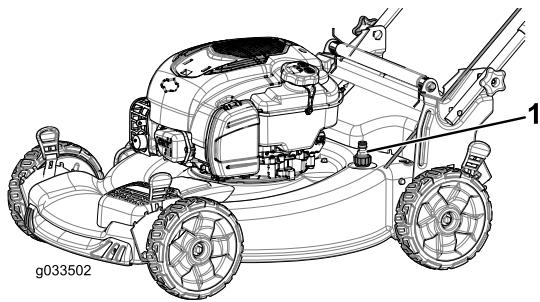

図 21
- 洗浄ポートにホースを接続し、ホースを水道栓につなぐ 図 21。